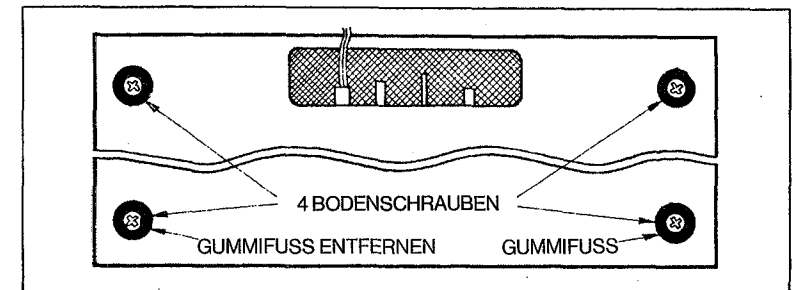
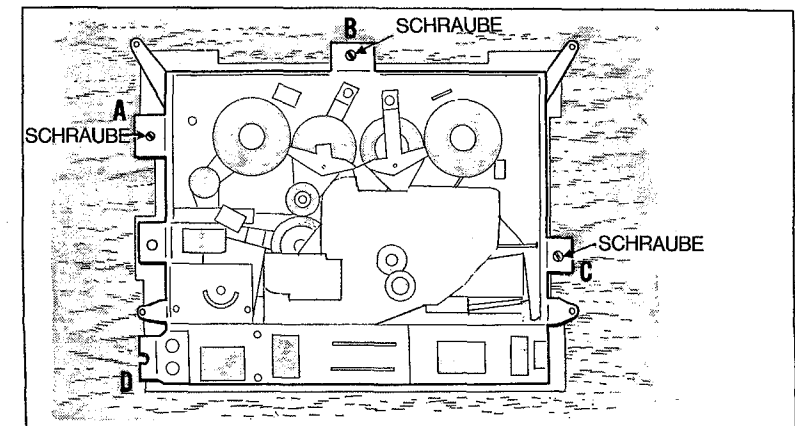

Abb. 14 Abschrauben des Gehäuses
Abb. 15 Festschrauben des Chassis
(3) Das Tonbandgerät wird umgedreht und die 4 Bodenschrauben entfernt, wie Abb. 14 zeigt.
(4) Nun hebt man das Gehäuse vorsichtig ab.
(5) Die Metallaschen A-B-C-D (siehe Abb. 15) werden nun sichtbar. Sie sind mit je zwei Schrauben am Chassis befestigt. Diese Schrauben werden gelockert, die jeweilige Lasche ganz nach unten gedrückt und die Schrauben wieder festgezogen. Das Chassis ist jetzt einbaufertig.
(6) Das Tonbandchassis wird in den nach (1) hergestellten Ausschnitt geschoben und - wie Abb. 15 zeigt - mit drei 4 x 13,5 mm Kreuzschlitzrundkopfschrauben und entsprechenden Unterlegscheiben befestigt. Eine Befestigung der Lasche D ist nicht erforderlich.
(7) Die Deckplatte kann nun aufgesetzt und festgeschraubt werden.